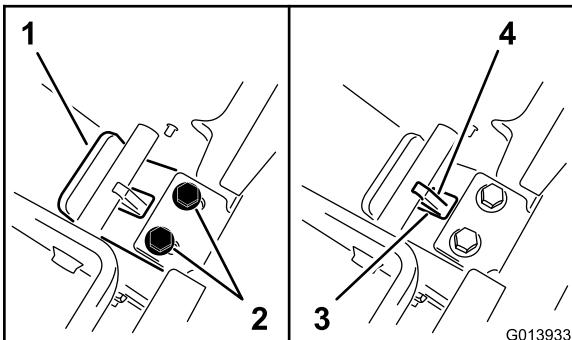

Bild 10
2. Während Sie den Druck auf der Rückplatte beibehalten, lassen Sie die Anhängerkupplung auf sich zu gleiten, bis die Lippe der Anhängerkupplungsplatte die Querstrebe berührt (Bild 10).